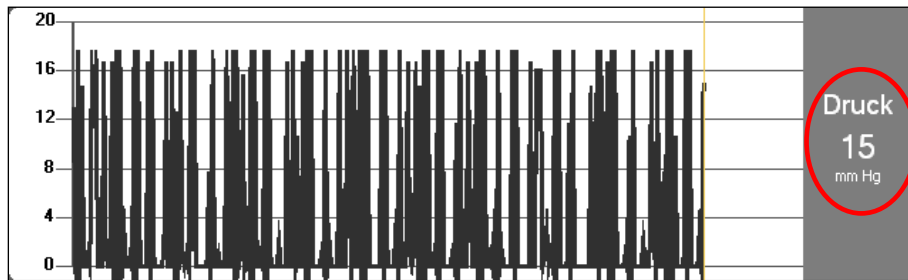

Abb. 25
- Druck im Infusionskreislauf (Abb. 25).